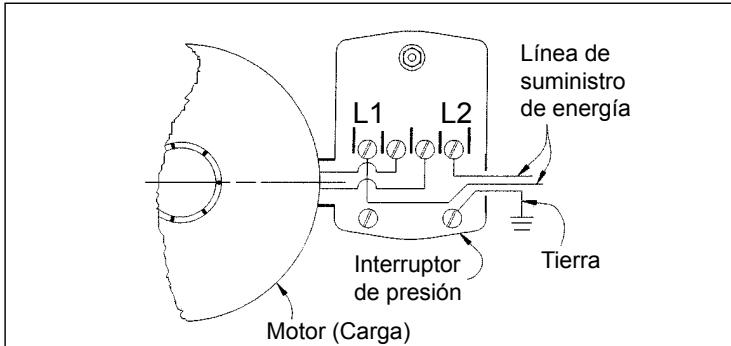

FIG. 2 - CONEXIONES ELÉCTRICAS
- e) **Cableado:** Un electricista debería hacer el cableado y conectar el servicio eléctrico a la bomba. El interruptor de presión es cableado al motor en la fábrica y el voltaje al cual ha sido cableada la bomba está indicado en un rótulo en la parte posterior del motor. Asegúrees que el motor esté cableado para el mismo voltaje que el suministro eléctrico. Vea en la placa de la marca del motor o interior de la cubierta del terminal las instrucciones de cambio de voltaje. La línea de energía debe conectarse a los terminales del interruptor de presión marcados con "Line" o "Línea" (Fig. 2). Se recomienda que se derive un circuito independiente del tablero de distribución a la bomba. Debe usarse un circuito con protección de falla de conexión a tierra (GFI) para todos los aparatos eléctricos que operen cerca del agua. Instale un interruptor adecuado activado por fusible en la línea y asegúrese que el cableado sea del tamaño adecuado y esté propiamente aislado. **Un cable de**